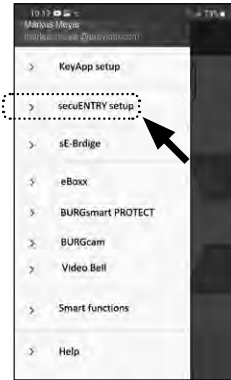

Abb. 88
② Tippen Sie den Menüpunkt „secuENTRY setup“ an. (Abb. 88) an.